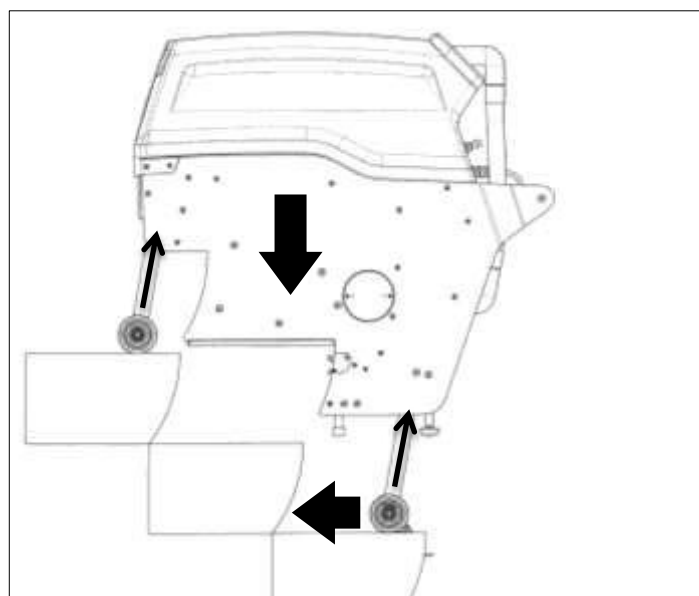
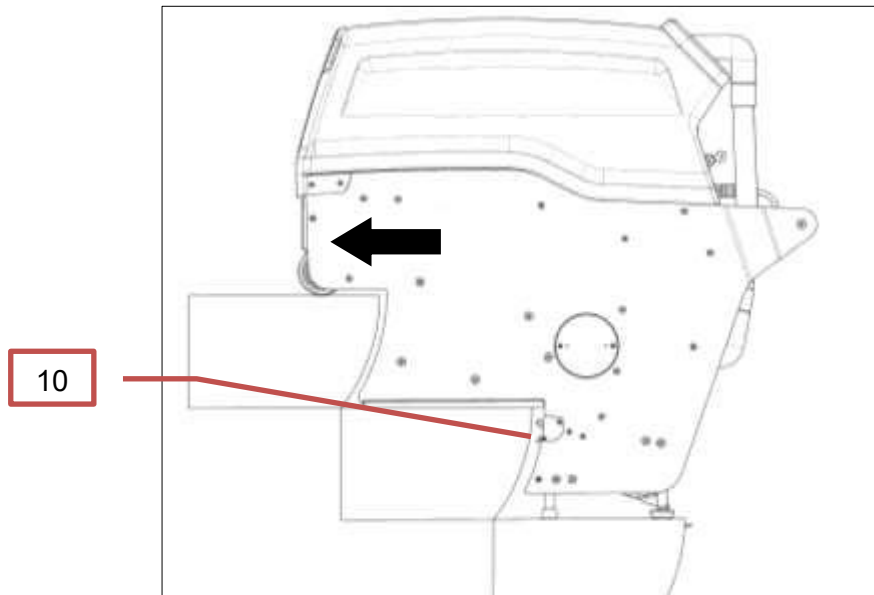

Bild 8 Maschine absenken
Bild 9 Maschine positionieren
Um eine optimale Befeuchtung der Bürsten zu erreichen, soll bei Beginn des Reinigungsvorgangs die erste Stufe zweimal gereinigt werden. Nachdem die Maschine - an der linken Seite der Fahrtreppe angelegt - bis auf Anschlag der Räder in die Fahrtreppenstufe geschoben wurde (siehe Bild 8: Maschine absenken), wird sie abgesenkt (siehe Bild 9: Maschine ansetzen) und auf den Gleitschienen (25) bis zum Anschlag der Dichtleiste (26) in die Treppe geschoben (Bild 9: Maschine positionieren).
Jetzt kann das vorgewählte Programm gestartet werden. Nach Ablauf des Reinigungszyklus wird die Maschine angehoben (Bild 9: Maschine anheben).
Danach wird die Maschine bis zum Anschlagen der Räder auf der nächsthöheren Stufe nach vorne geschoben und wieder abgesenkt. Nun kann die Maschine auf den Gleitschienen in die neue Arbeitsposition geschoben werden (Bild 9: Maschine positionieren).